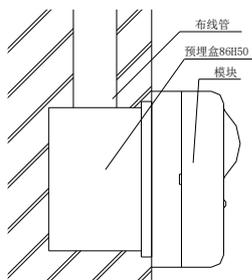
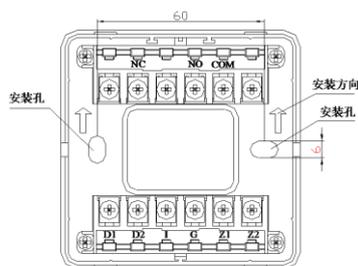

图2 进线管预埋示意图
图3 端子示意图
3. 监控模块采用线管预埋安装，将底盒安装在 86H50 型预埋盒上，安装孔距为 60mm（参见图 3），安装示意图如图 2 所示。
4. 监控模块端子示意图如图 3 所示。